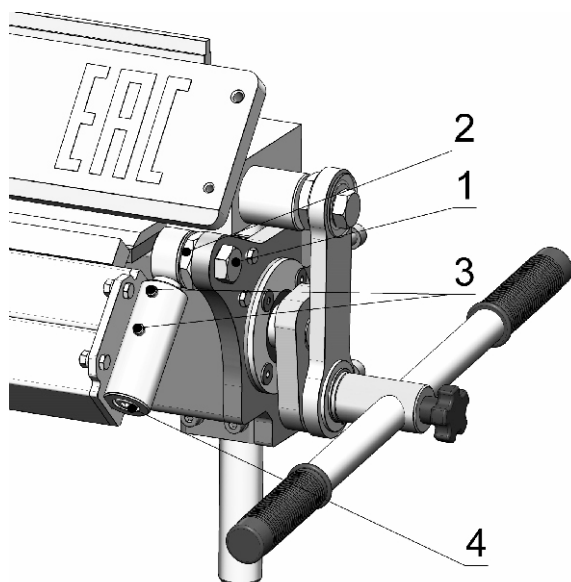

Рисунок 7. Допускаются небольшие отклонения во внешнем виде товара.
5.3. Регулировка гибочной балки (рисунок 7)